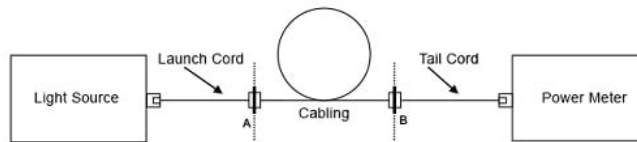
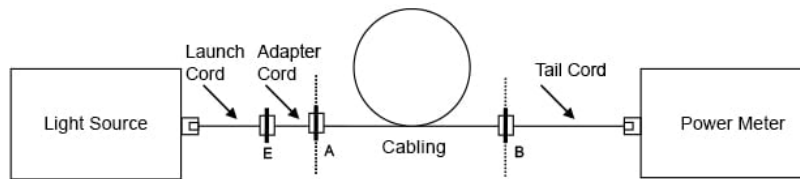

图 6a. 测量案例 1 的衰减（插头适配器和线缆末端有插头）
图 6b. 测量案例 2 的衰减（线缆两端有接头）
b. 进行测量并与参照测量对比（见图 6a 和图 6b）。
c. 对于案例 2，适配器线成为发射光纤的一部分（见图 6b）